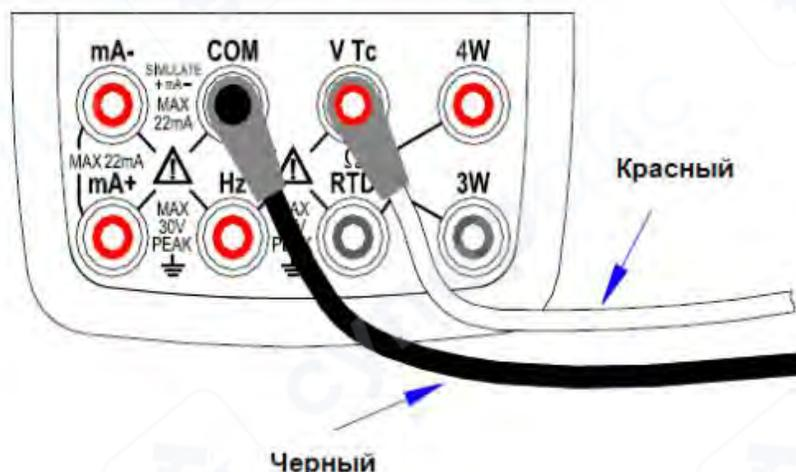

Рисунок 5. Формирование выходного сигнала постоянного напряжения и термопары
Для постоянного напряжения (DC Voltage) и термопар (TC) (рис. 5)